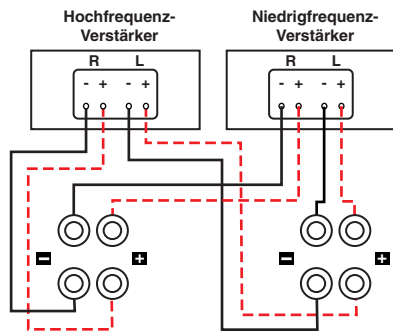

Abbildung 7
**Bi-Amping** (Abb. 7) ermöglicht es Ihnen, separate Verstärker für den Hoch- bzw. Tieftonbereich Ihrer Lautsprecher zu verwenden, um so einen breiteren Dynamikbereich und weniger Verzerrung zu erzielen. Verbinden Sie nach Entfernung der Drahtbrücken die Lautsprecherkabel von den Hochfrequenz-Verstärkerausgängen mit der oberen Terminalgruppe an jedem Lautsprecher. Folgen Sie diesem Verfahren, um entsprechend die Niederfrequenz-Verstärkerausgänge mit den unteren Terminalgruppen zu verbinden. Vergessen Sie nicht, bei allen Anschlüssen auf die korrekte Polarität (+ an +, - an -) zu achten.